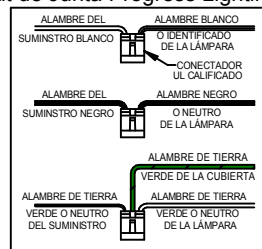

FIG.2
7.- **PARA APLICACIONES HERMÉTICAS:** Para instalaciones hermeticas o para cumplir con las exigencias del Código de Energía del Estado de Washington, rellenar el espacio entre la cubierta (6) y el cieloraso (23) de muro de mampostería sin mortero con una masilla de silicona, cinta, o otro medio conforme al código local oficial. Se puede usar el Kit de Junta Progress Lighting P8587-01 (comprar por separado). (Vea Fig. 2).